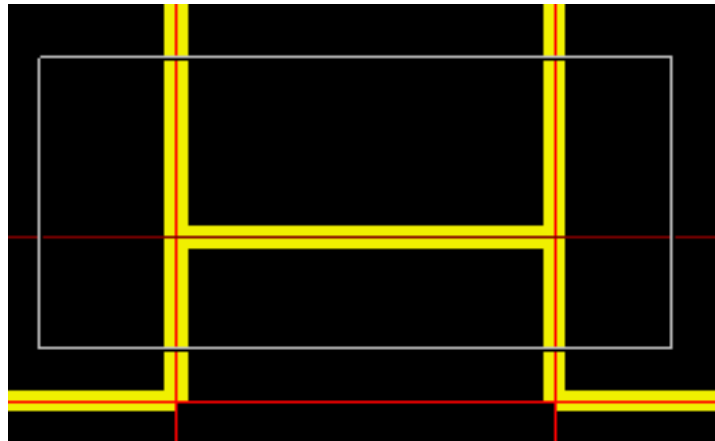
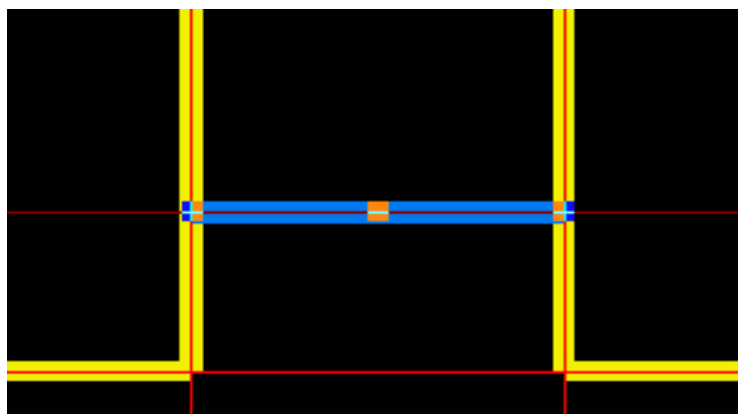

图 2-45 框选
图 2-46 框选完成
(1) 单击图中任一点，向右方拉一个方框选择，拖动框为实线，只有完全包含在框内的图元才被选中，如图 2-45、图 2-46 所示。